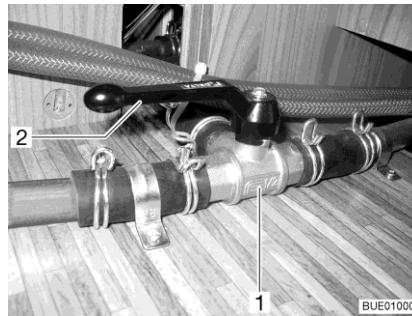

Fig. 132 Vanne à 3 voies
- Positionner le levier (Fig. 132,2) de la vanne à 3 voies (Fig. 132,1) parallèlement au sens du débit linéaire (Fig. 132).
- Positionner le levier (Fig. 132,2) de la vanne à 3 voies (Fig. 132,1) perpendiculairement au sens du débit linéaire.